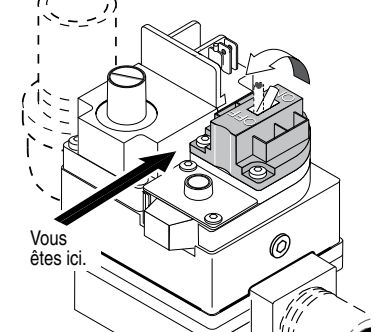

Figure 38.
6. **Soupape de type commutateur :** Tirer le commutateur vers soi afin de fermer l'arrivée du gaz, voir la Figure 38.
7. Attendre cinq (5) minutes que tout gaz se dissipe. **ARRÊTER** si une odeur de gaz est détectée. Suivre la consigne « B » dans la section « AVANT LA MISE EN ROUTE » (page 39). Passer à l'étape suivante en l'absence de gaz.
4. **Soupape de type commutateur :** Tirer vers soi afin de fermer l'admission du gaz, voir la Figure 38.